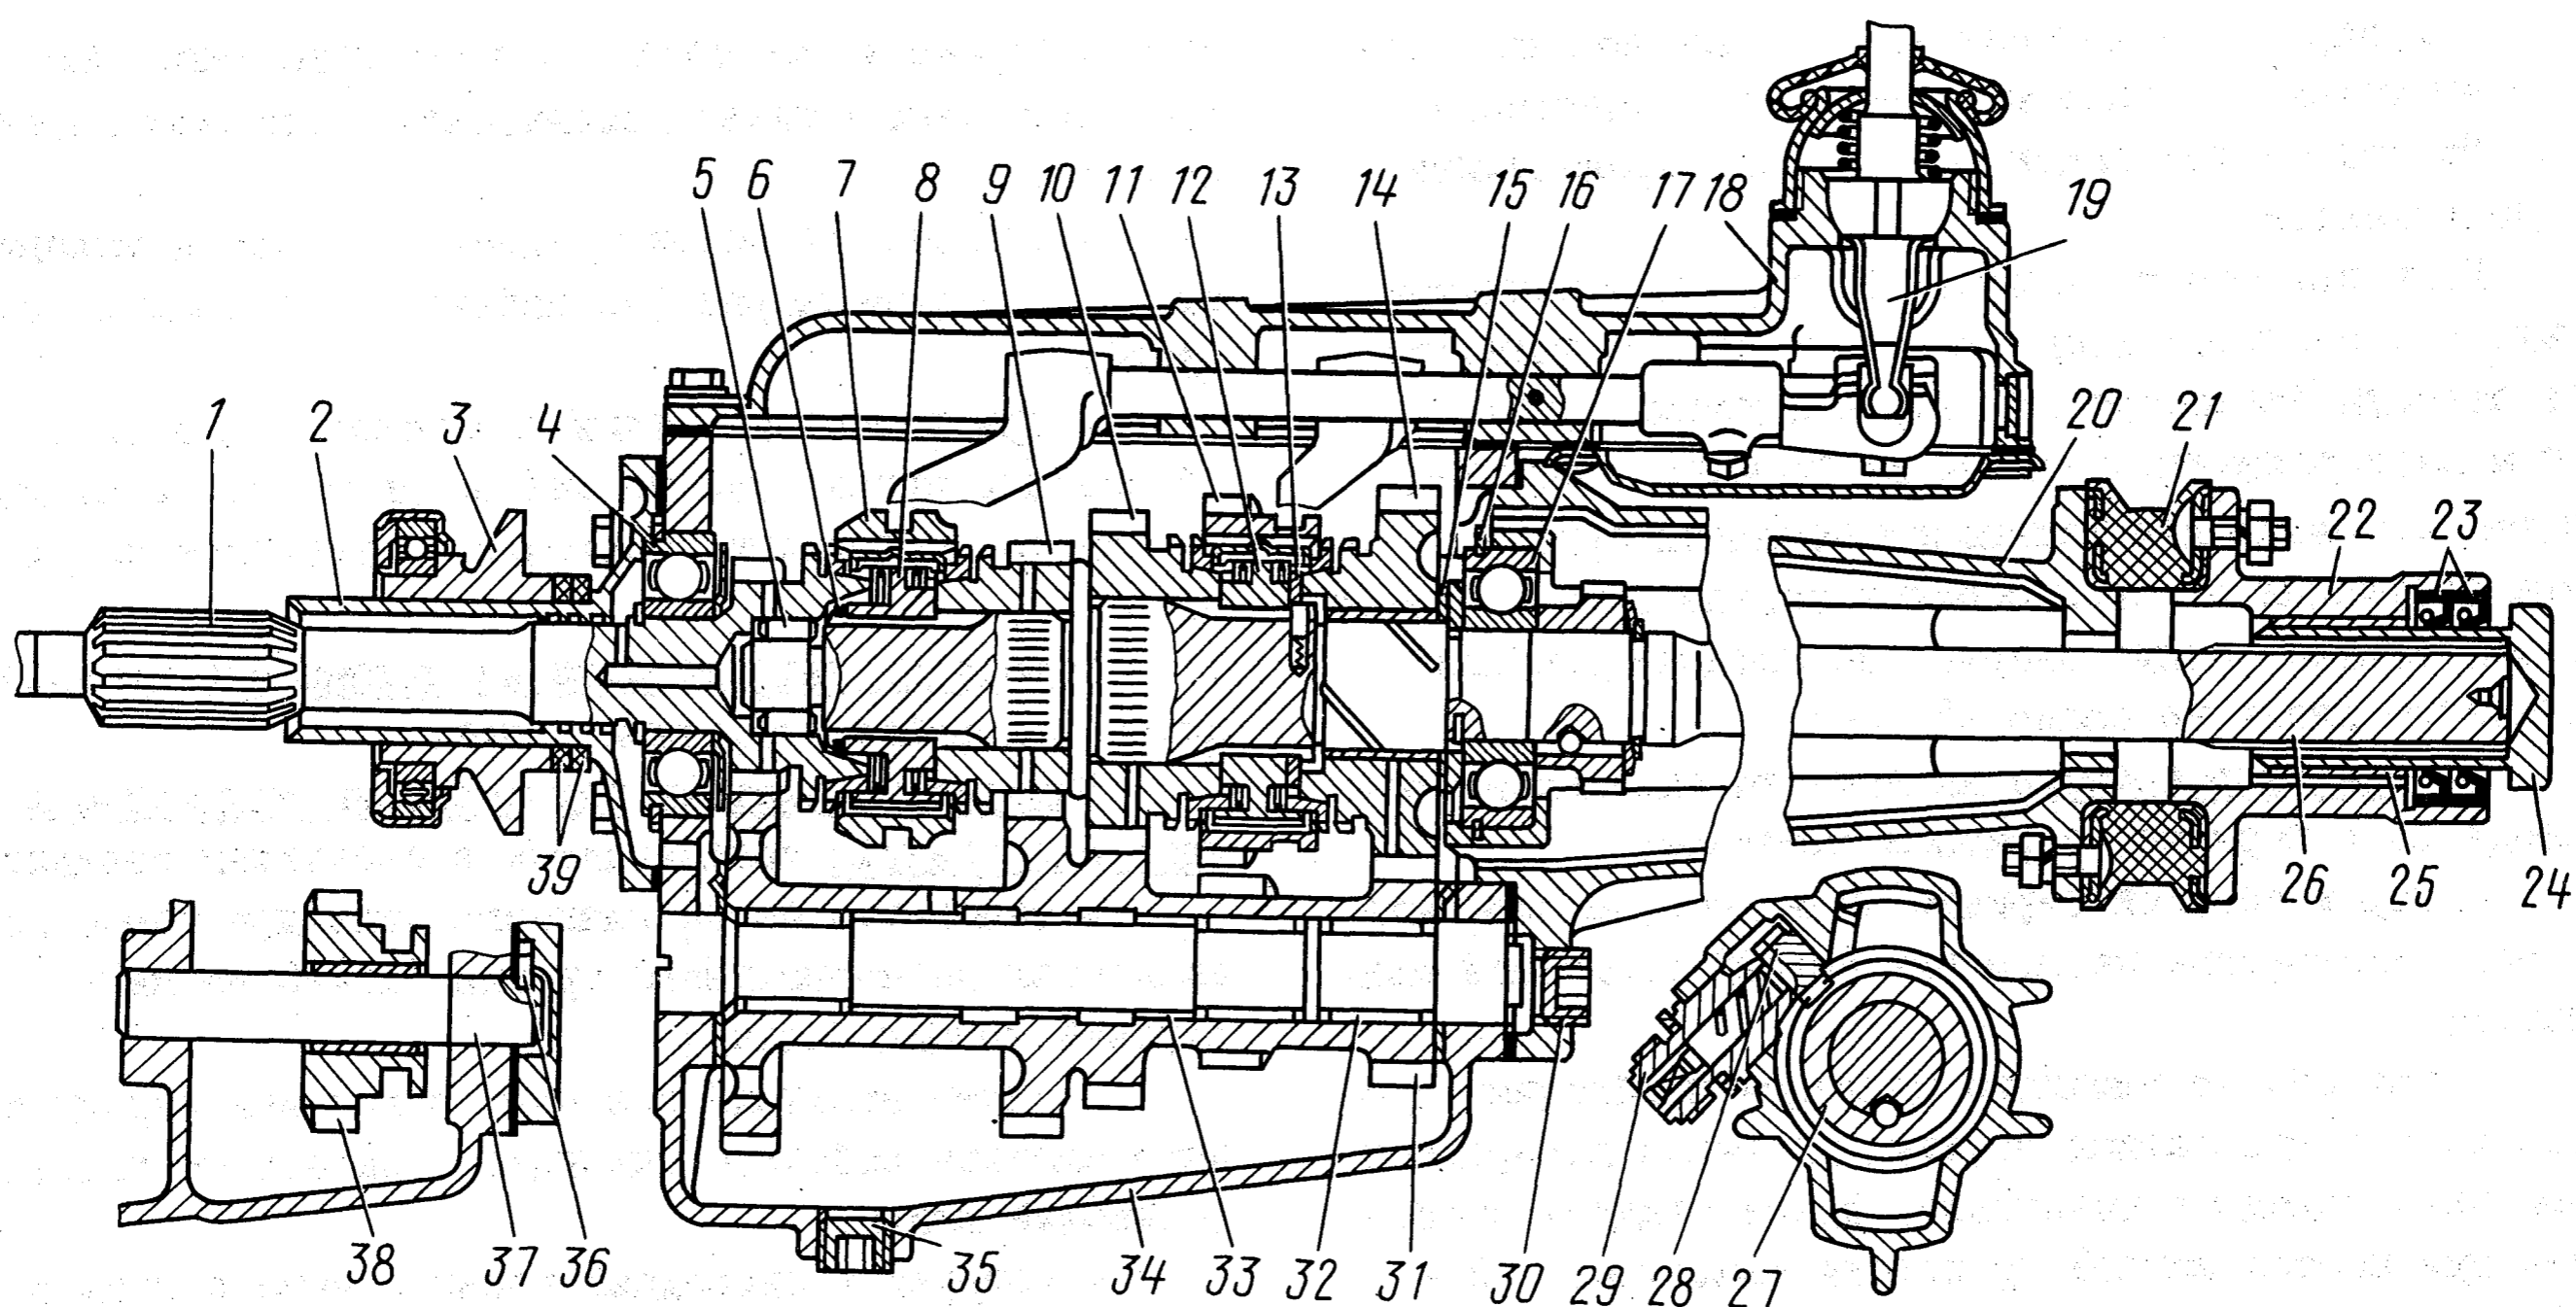
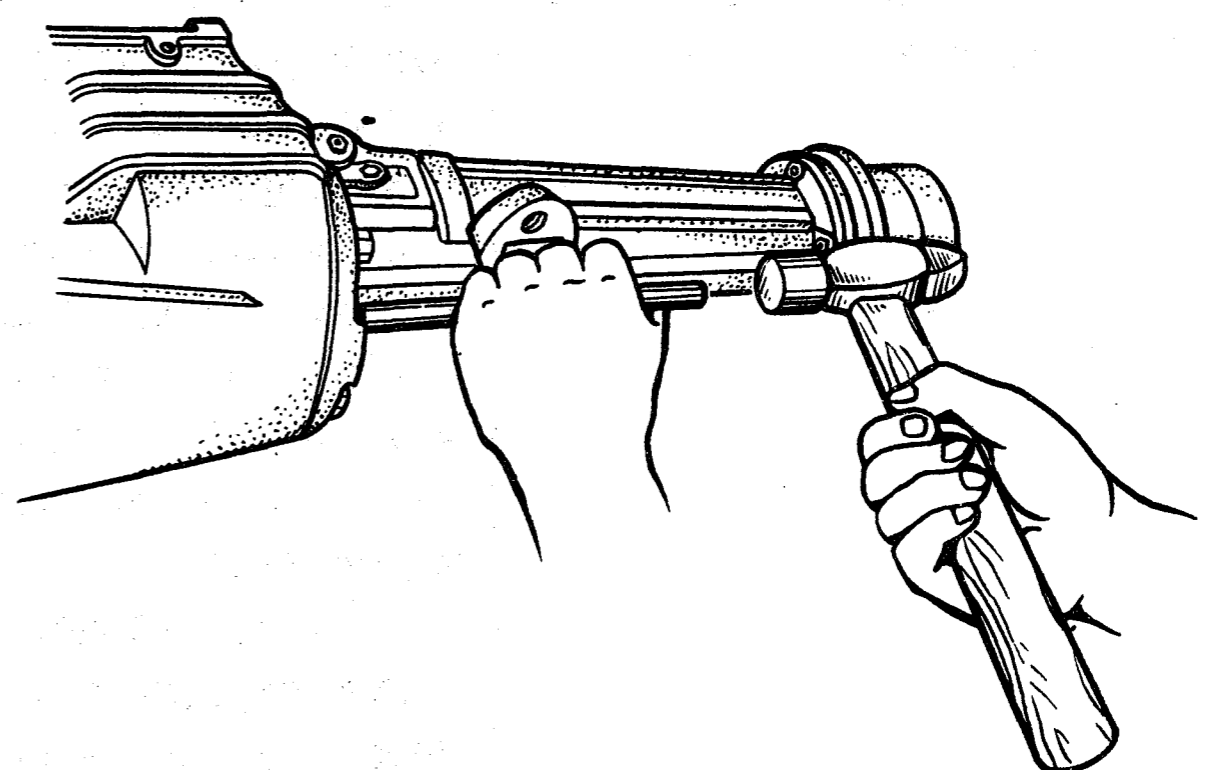

Рис. 98. Коробка передач (продольный разрез):
Рис. 101. Выпрессовка оси блока шестерен
Коробка передач (рис. 98) - четырехскоростная (четыре передачи переднего хода и одна заднего).
- вывернуть коническую пробку 30 (см. рис. 98), расположенную в нижней части фланца удлинителя, и через открывшееся отверстие выпрессовать ось блока шестерен вместе с игольчатыми подшипниками (рис. 101);